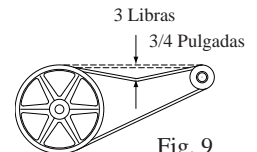

Fig. 9
- **Compruebe la tensión de la correa.** Una fuerza de 3 libras debe desviar la correa 3/4 pulgadas (véase fig. 9). Ajuste la correa si es necesario.